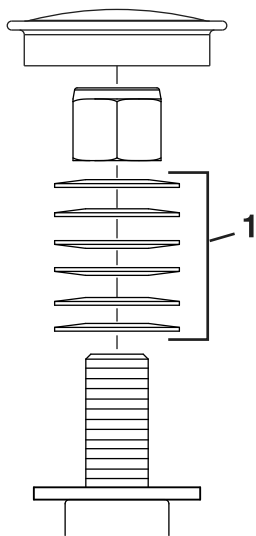

Figura 54
3. Retire el tapón guardapolvo de la rueda giratoria y apriete la contratuerca (Figura 54).
4. Apriete la contratuerca hasta que las arandelas elásticas estén planas, luego afloje la contratuerca $\frac{1}{4}$ de vuelta para establecer la pre-carga correcta de los cojinetes (Figura 54).
- Importante:** Asegúrese de que las arandelas elásticas están correctamente instaladas, como se muestra en la Figura 54.
5. Coloque el tapón guardapolvo (Figura 54).